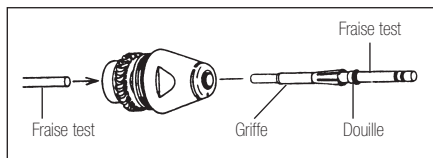

Fig.12
- 3) Lorsque l'écrou du rotor est desserré, sortez la Griffe précautionneusement avec une fausse fraise ou la tige de la fraise depuis l'arrière de la cartouche ; la douille et la Griffe sortiront (Fig.12).